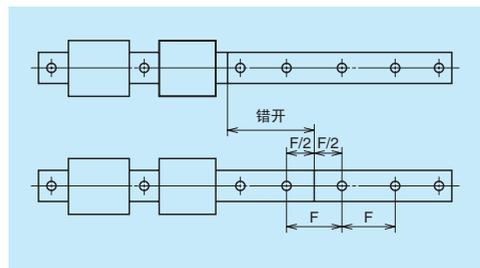

图 10.26
- 接续部的导轨安装孔间距为图 10.26 所示，设置成 F，在以双列平行方式使用时，为了避免接续部的精度变化，建议大家安装时使接续部错开。建议使错开的长度，比滑块的长度长。另外在需要更高精度时，需考虑工作台移动时，不使同一工作台上的滑块同时通过接续部。